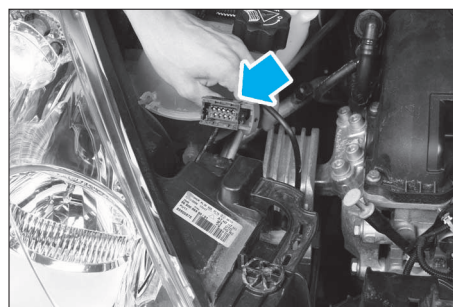

FIG. 5
- Déconnecter les connexions électriques d'alimentation (Fig.5).